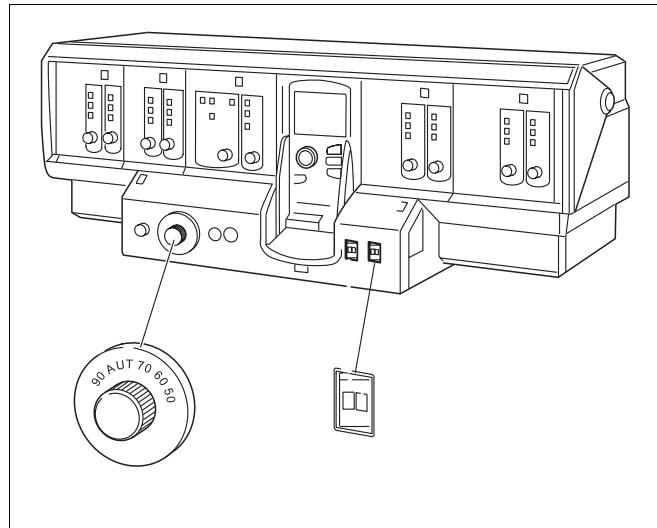

Рис. 1 Система управления, например, Logamatic 4311
- Перевести пусковой выключатель (рис. 1, **поз. 1**) в положение „1“ (Вкл.).
- Регулятор температуры в котле (рис. 1, **поз. 2**) поставить в положение AUT или установить на 80°C. Для режима поддержания постоянной температуры установить нужную температуру, т.е. для газовых горелок мин. 60°C и для дизельных горелок 50°C.
- Пусковой выключатель (рис. 1, **поз. 1**) перевести в положение „0“ (Выкл.).